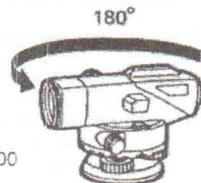

Рис. 7.1
- 2) Поверните инструмент на  $180^\circ$  (или  $200^\circ$  гон) (рис. 7.1).